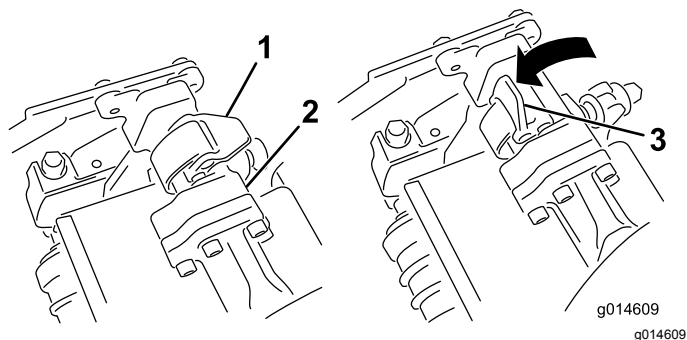
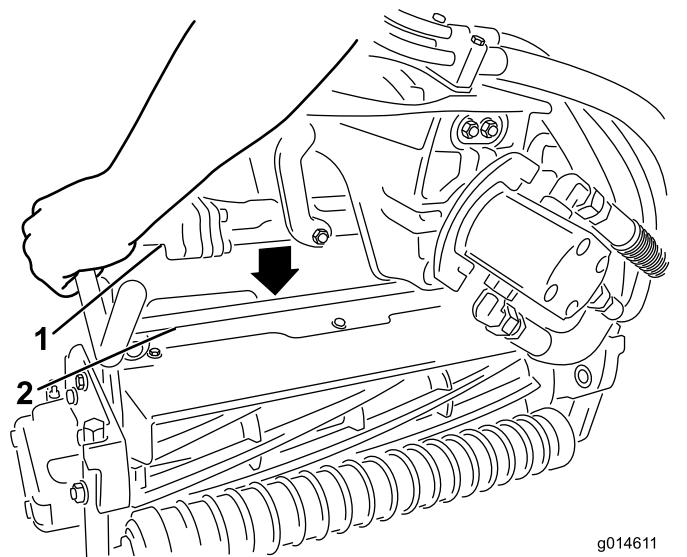

Figura 32
Figura 33
3. Com os fechos na barra do braço de suspensão a apontar para cima (i.e. abertos) (Figura 32), empurre o braço de suspensão para baixo de forma a que a barra passe pela barra através da parte superior da unidade de corte (Figura 33).
4. Feche os fechos para baixo e em redor da barra da unidade de corte e bloqueie-os no sítio (Figura 32).
4. Abra os fechos na barra do braço de suspensão da unidade de corte que está a remover (Figura 32).